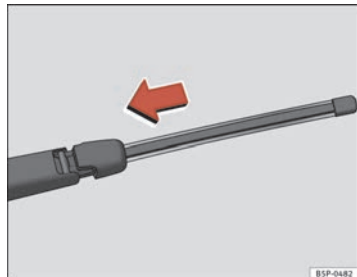

Abb. 170 Heckwischerblatt einsetzen
- Das Wischerblatt wie in ⇒ Abb. 170 angezeigt festhalten und den Adapter so lange schieben, bis er einrastet.